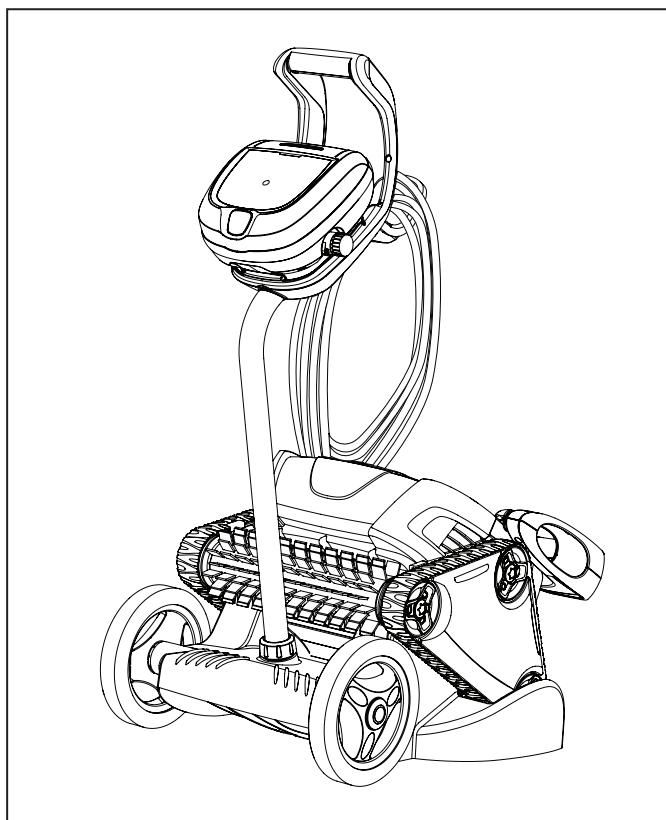

Figura 21. Limpiador guardado correctamente en el carrito
2. Coloque el limpiador en posición vertical en la base del carrito con las pistas traseras en las cuñas al lado del carrito (vea la figura 21).
3. Enrolle holgadamente el cable de alimentación en el limpiador y avance hacia el punto de conexión en la unidad de control. Guarde el cable, enroscándolo alrededor del gancho situado en la parte delantera del carrito (vea la figura 21).